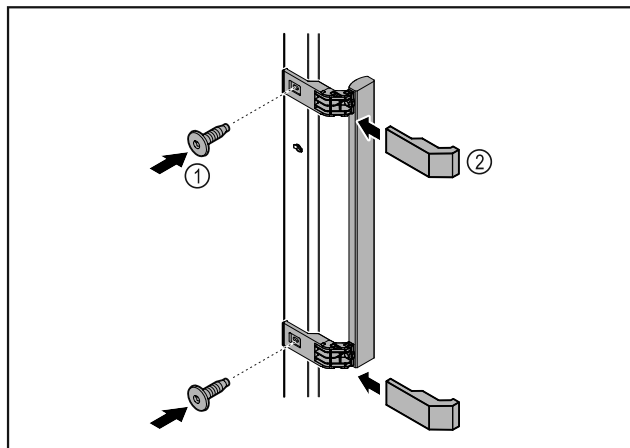

Fig. 51
- Montare sulla porta la maniglia contenuta nella confezione con le viti annesse Fig. 51 (1).
- Applicare la copertura Fig. 51 (2).